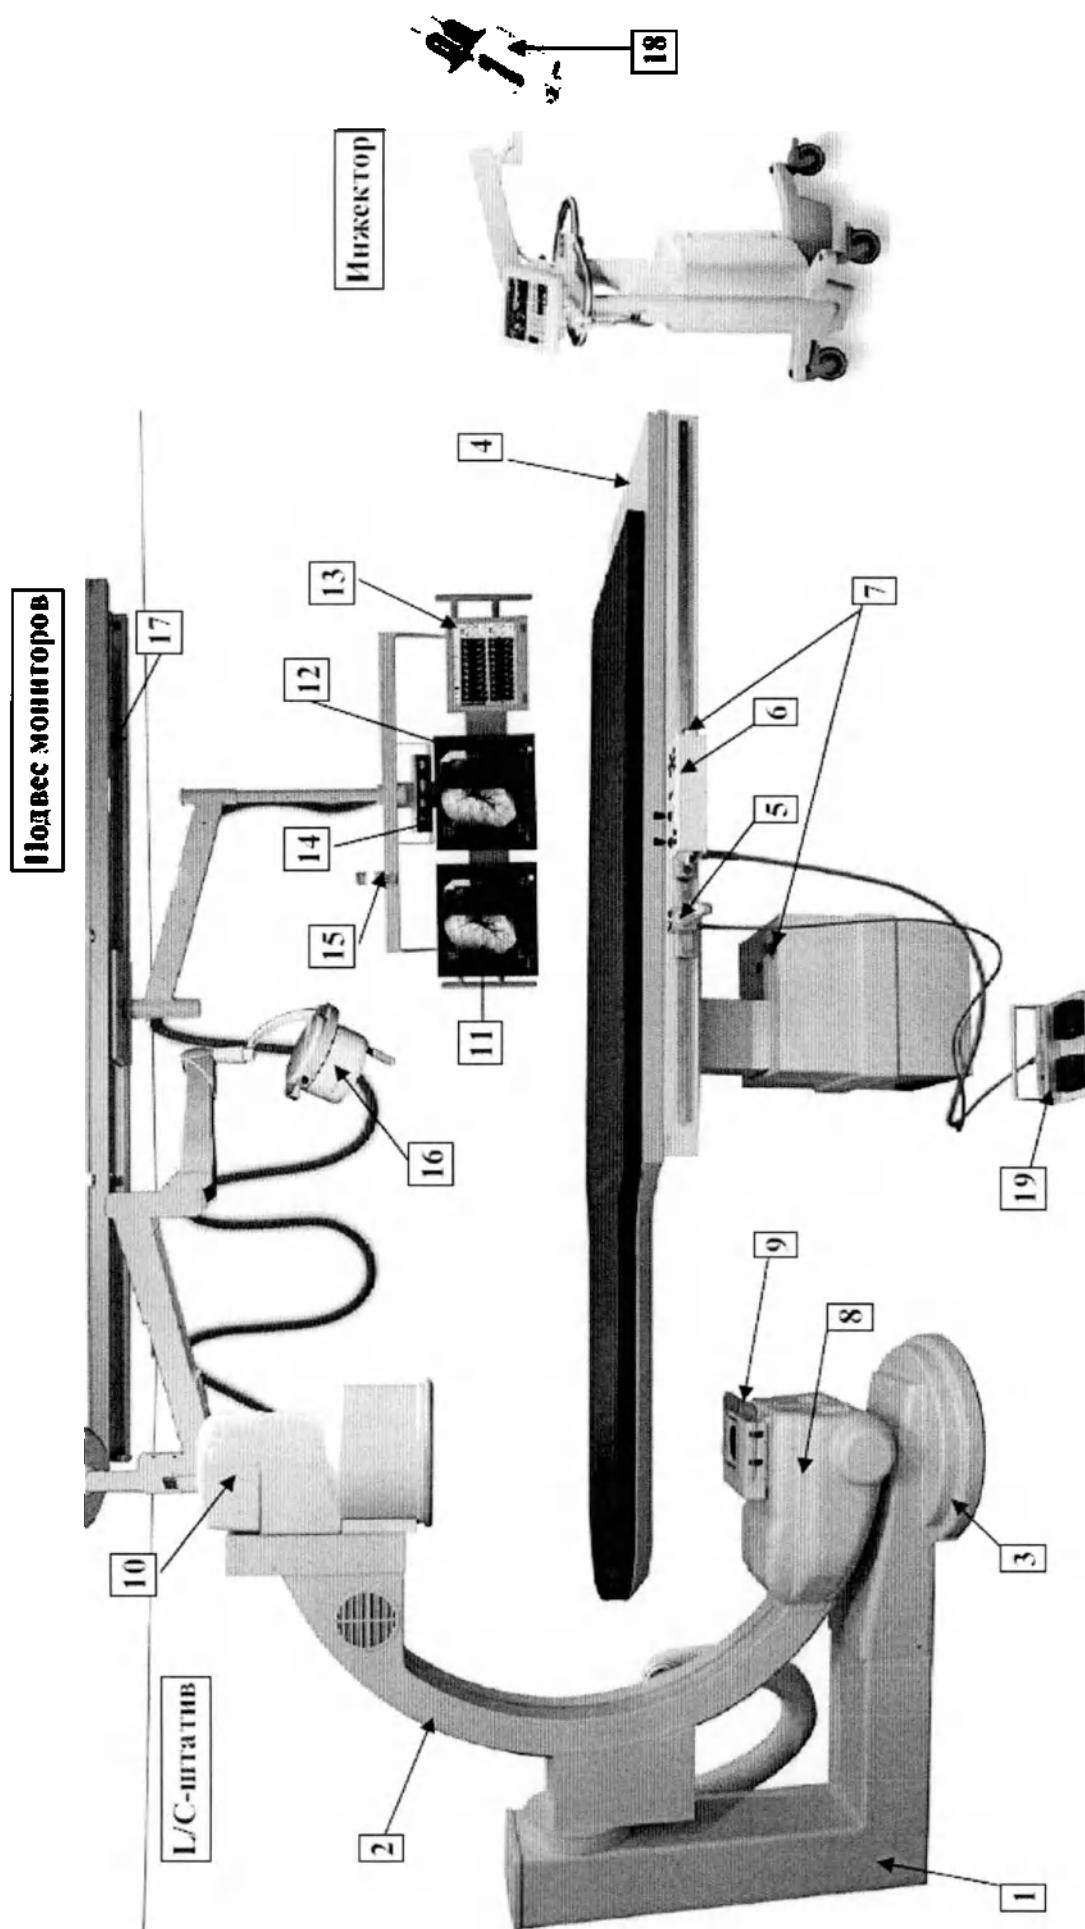

Рисунок 2.1 – Комплекс ангиографический рентгеновский АКР (вариант внешнего вида)
Конструкция ангиографического рентгеновского комплекса выполнена в виде поворотного L-кронштейна с установленной на нем С-образной дугой. На рисунке (см. Рисунок 2.1) показан штатив, охватывающий стол, на котором расположен пациент, а также подвес с мониторами (см. Рисунок 2.1). На дуге (см. Рисунок 2.1, поз. 2) закреплены источник рентгеновского излучения (рентгеновская трубка) (см. Рисунок 2.1, поз. 8) с системой предотвращения столкновений (см. Рисунок 2.1, поз. 9) и электронно-оптический блок усилителя рентгеновского изображения УРИ (см. Рисунок 2.1, поз. 10) с цифровой телевизионной камерой.
1. L/C-штатив (позиционер, см. Рисунок 2.1) с пультом управления (см. Рисунок 2.1, поз. 6):
- напольное крепление, поворотный L-кронштейн (см. Рисунок 2.1, поз. 1) и С-дуга (см. Рисунок 2.1, поз. 2);
2. Подъемный стол пациента (см. Рисунок 2.1, поз. 4) и пульт управления столом (см. Рисунок 2.1, поз. 5), который крепится к боковым направляющим; на этих же направляющих может быть закреплен пульт управления L/C-штативом (см. Рисунок 2.1, поз. 6). На пульте управления L/C-штативом (сбоку) и на подъемном устройстве стола пациента предусмотрены аварийные выключатели (см. Рисунок 2.1, поз. 7).
4. Рентгеновский излучатель (см. Рисунок 2.1, поз. 8) с системой охлаждения.
- приемник рентгеновского излучения (УРИ) (см. Рисунок 2.1, поз. 10);
10. Инжектор с автоматическим шприцом (см. Рисунок 2.1, поз. 18).
- потолочное крепление (см. Рисунок 2.1, поз. 17);
- дисплей для отображения показателей кардиомонитора (см. Рисунок 2.1, поз. 13);
- «референсный» монитор (см. Рисунок 2.1, поз. 12);
- «живой» монитор (см. Рисунок 2.1, поз. 11);
- дисплей для отображения текущего состояния оборудования (параметров штатива) (см. Рисунок 2.1, поз. 14).
2. Операционная (бестеневая) лампа (см. Рисунок 2.1, поз. 16).